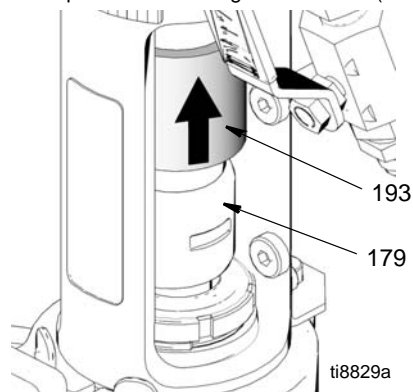

FIG. 15
5. (Fig. 15) Faça deslizar a cobertura do engate (193) para cima, para expor completamente os engates da haste (179).